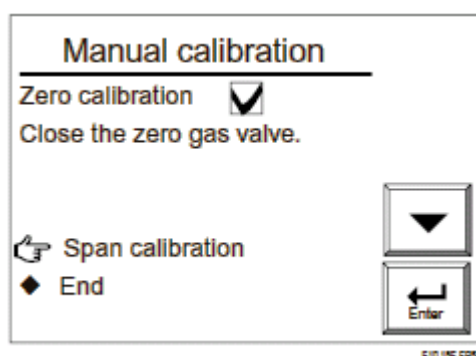

图 10.18 零点气校正完成（在手动校正中）
- (2) 调节流量，在手动校正显示上选择阀打开。检测趋势曲线查看测量值是否稳定。然后选择[ENTER]键。手动校正显示如图 10.18 所示。